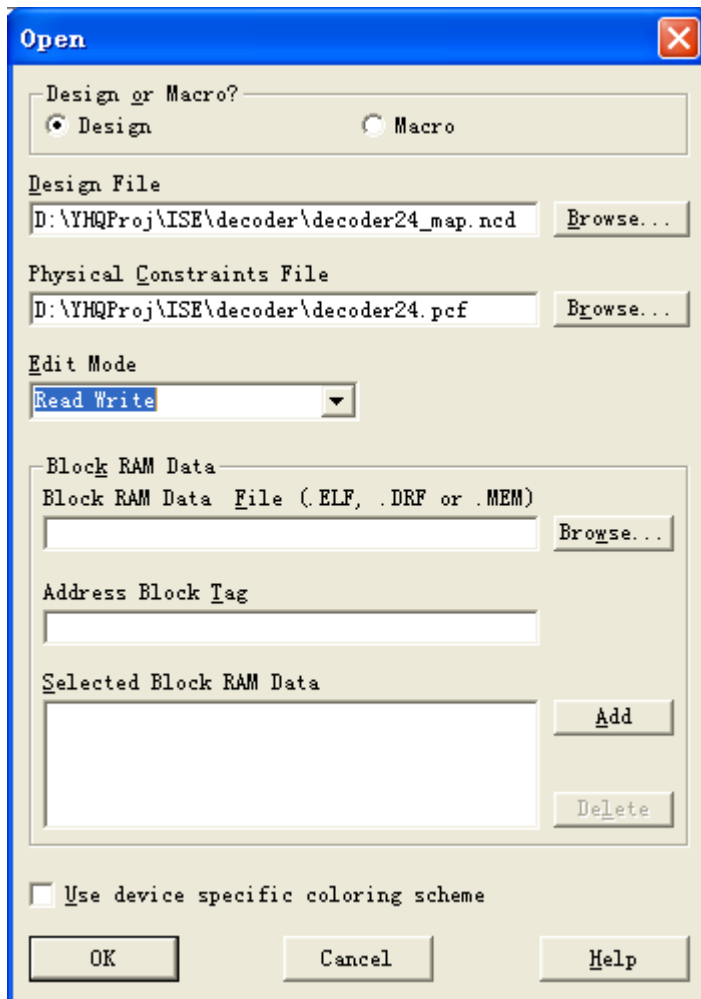

图 10-2-4 为 FPGA Editor 添加设计文件以及物理约束文件
- 3、 下面就要引入我们的设计，点击图标，会出现一个打开窗口，提示输入我们的设计以及物理约束文件，所谓的物理约束文件一般是在映射过程中创建的，或者是我们通过 FPGA Editor 创建的，我们输入设计以及约束文件如图 10-2-4 所示，在 Edit Mode 中选择 Read Write 以便可以对设计中的逻辑块位置重新调整，点击 OK；